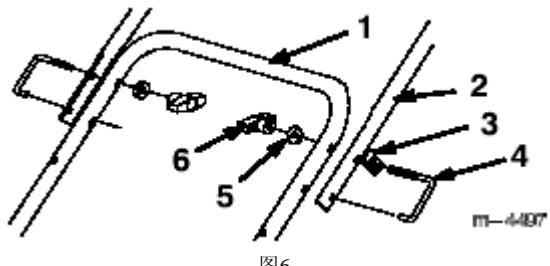

图6
3、如图6所示安装扶手上部。紧固扶手栓前，必须使控制线穿过控制线导环。（图6）